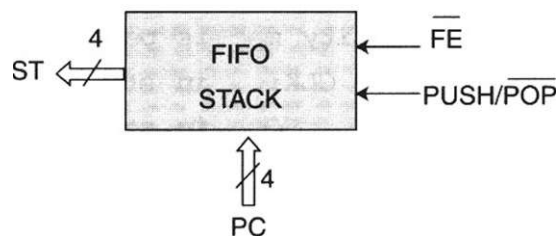

Figura 7.8 Pila de una palabra de 4 bits.
La pila (stack) de la figura 7.8 está diseñada para almacenar un dato de 4 bits, de modo que cuando en un programa se hace un llamado a subrutina, la siguiente dirección ($PC + 1$) se almacena en la pila, por lo que al salir de la subrutina la dirección se toma de la pila y se envía al multiplexor de selección, el cual la canaliza al bus de salida (Y).